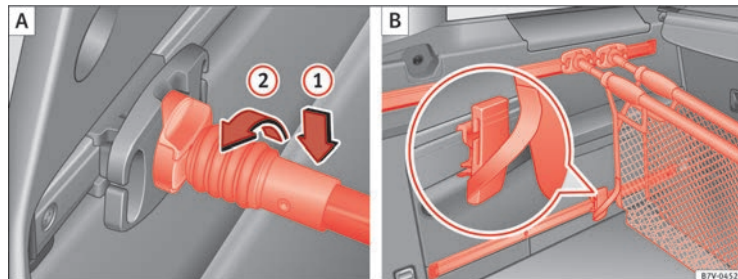

Fig. 98 Agganciare la rete per bagagli **A** e utilizzarla come borsa **B**.
⇒ **fig. 98** **1** e ruotarla verso sinistra di 90° **2**. La tacca rossa sulla barra di sostegno non dovrà essere visibile ⇒ **⚠**.
- Agganciare la cinghia di fissaggio della rete per bagagli sotto uno degli elementi di fissaggio mobili ⇒ fig. 98 .